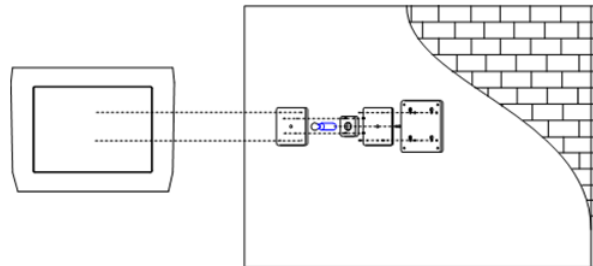

Abbildung 7: Mit Wandmontage
- Installation mit optionalem Wandmontagezubehör (siehe Abbildung 7).